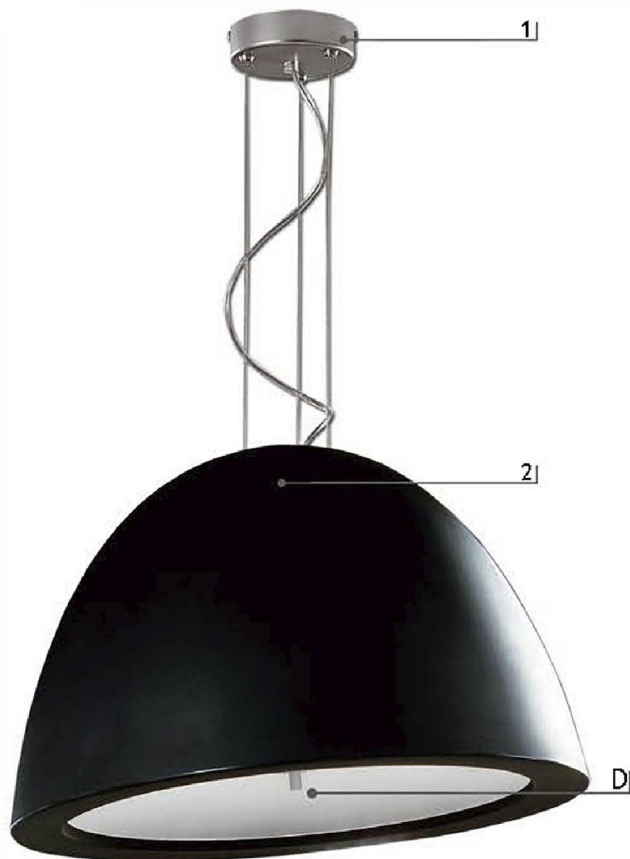

FIG. 1
- Installare la montatura (1) a soffitto e dopo aver sollevato il coperchio di lamiera forata, montare la cupola avvitando **COMPLETAMENTE** le viti (A) (FIG.1)
- Fix the fixture (1) to the wall. First raise the pierced plate cover, then fix the dome by fastening the screws **TOTALLY** (A) (FIG. 1).
- Metallhalter (1) an der Wand befestigen. Lochblechdeckel abnehmen und Kuppel mit Schrauben (A) befestigen **VOLLSTÄNDIG**. (FIG 1).
- Installer la monture (1) au plafond et après avoir soulevé le couvercle de toile troué, monter le dome en vissant complètement (A) (fig.1).